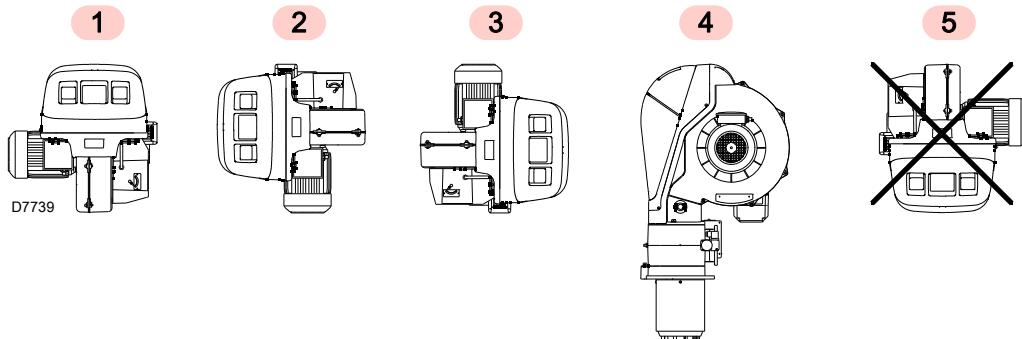

图 11
- ▶ 燃烧器设计为仅能安装在位置 1, 2, 3 和 4 (图 11)。